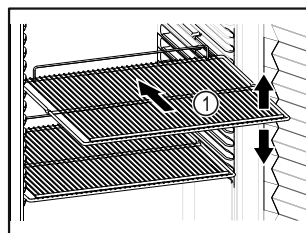

Fig. 18 Atvaizdo pavyzdys
- ❑ Jei pastatymo grotelės Fig. 18 (1) galima perkelti, pritaikykite atsizvelgdami į aukštį.